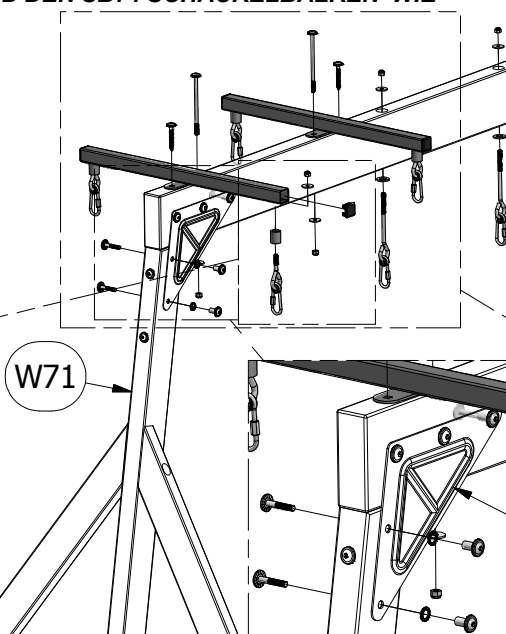

FIG. 1
(4) EY - ROHR AUFSATZKAPPE STÜTZE - A100067
BEFESTIGEN SIE DIE (2) QZ DREIECK PLATTEN MIT HILFE VON (2) 1-3/4" BOLZEN, SICHERUNGSSCHEIBE UND 7/8" ZYLINDERMUTTERN AND DER W71 SCHAUKELBALKEN STÜTZE (FIG.1).